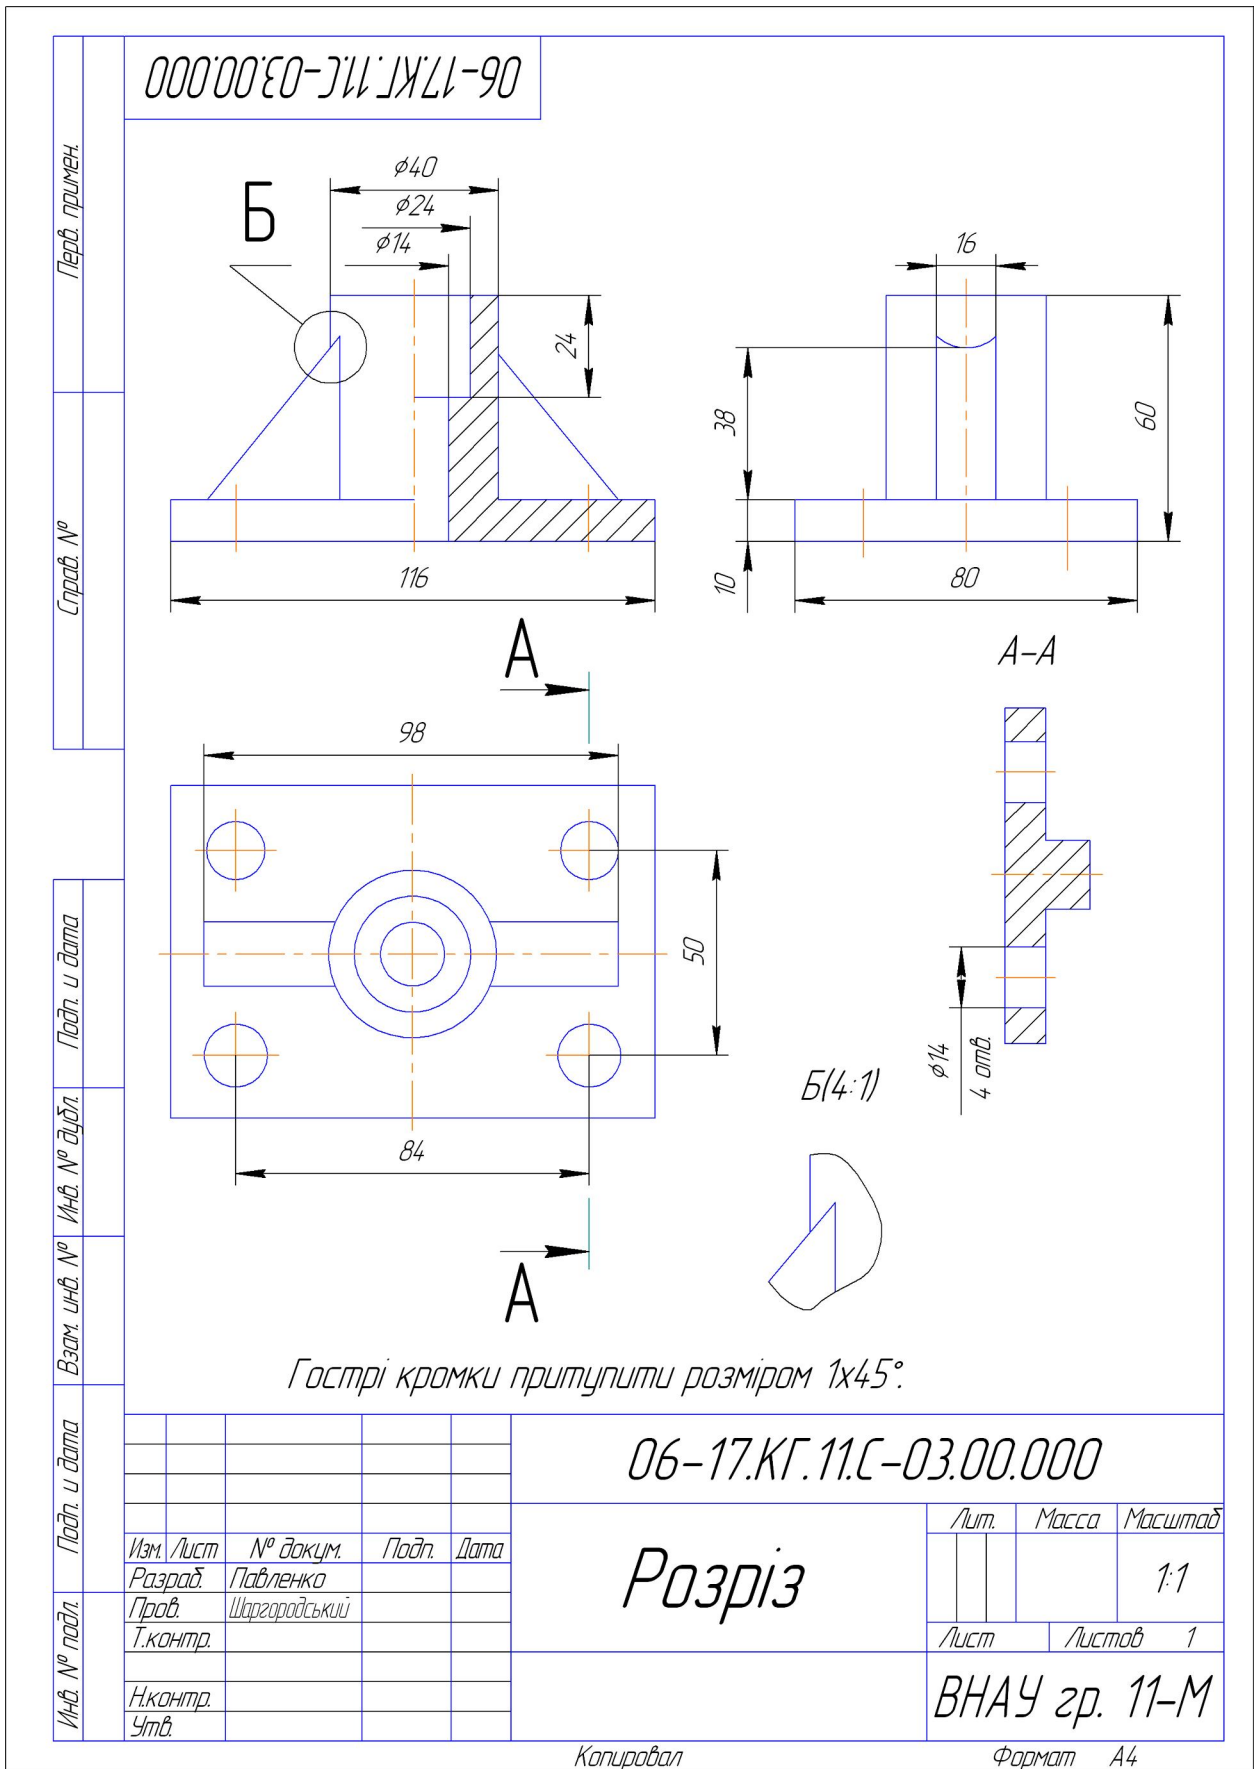

Рис. 3.22. Приклад виконання завдання «Розрізи»
9. Нанести розміри деталі на кресленні. Заповнити основний напис. Остаточний вид креслення показаний на рис. 3.22.